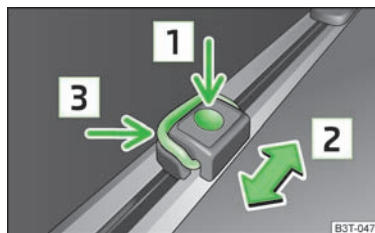

Abb. 78
- › Die Taste **[1]** » Abb. 78 drücken und die Verzurröse in die gewünschte Position in Pfeilrichtung **[2]** schieben.
- › Den Bügel **[3]** » Abb. 78 hochklappen und z. B. das Befestigungsnetz anbringen.